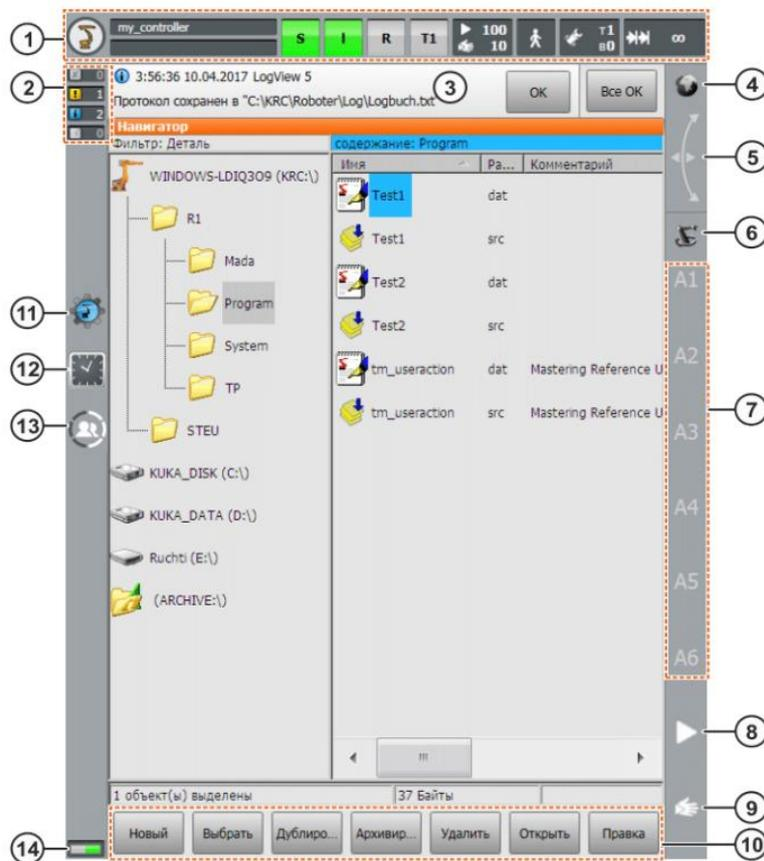
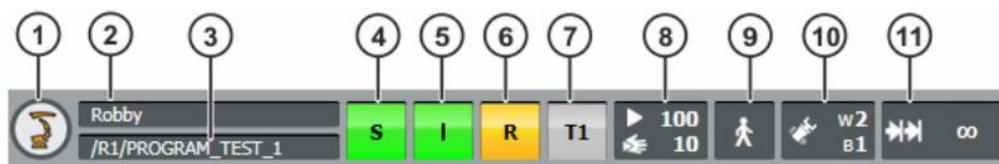

Рис. 3.1 Пользовательский интерфейс *KUKA smartNMI*
Рис. 3.2 Линейка состояний *KUKA smartHMI*
После включения контроллера робота и загрузки системы на экране пульта *smartPAD* появляется навигатор, аналогичный интерфейсу операционной системы *Windows* (рис. 3.1). В левой половине экрана изображено дерево папок системы, а справа – перечень программных модулей в папке Program. На периферии экрана расположены сенсорные функциональные клавиши и иконки. Они активно используются при программировании робота. Их описание представлено в табл. 3.1.
Перед тем как приступить к разработке программы необходимо изучить линейку состояний робота (поз. 1 на рис. 3.1) (рис. 3.2).
**Создание нового программного модуля.** Программный модуль создаётся в папке **Program**. Для этого необходимо открыть эту папку и коснуться сенсорной клавиши **Новый** (рис. 3.1) и на появившейся клавиатуре набрать имя нового модуля с подтверждением нажатием клавиши **ОК**. В списке навигатора появятся две программы с одинаковым новым именем, но с разными расширениями **dat** и **src**.
**Программирование перемещений с помощью встроенных формуляров.** После того, как вызван шаблон программы, необходимо поместить курсор на первую строку исходной домашней точки **SPTP HOME**. Эта точка будет являться начальной для программируемого движения. Затем, используя клавиши ручного перемещения (поз. 7 на рис. 3.1) или пространственную